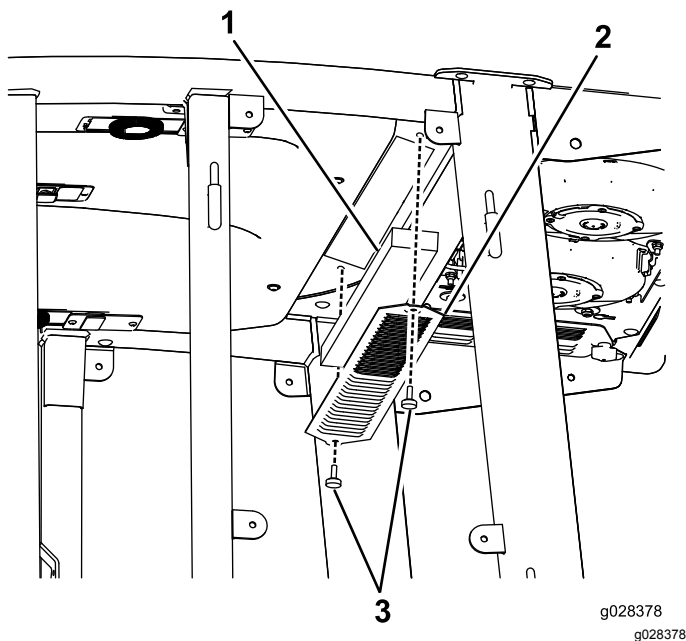

Figura 123
3. Retire el techo de la cabina tras quitar los 22 pernos que lo sujetan (Figura 123).
4. Retire los filtros de aire (Figura 123).
5. Retire y limpie los serpentines del aire acondicionado (Figura 123).